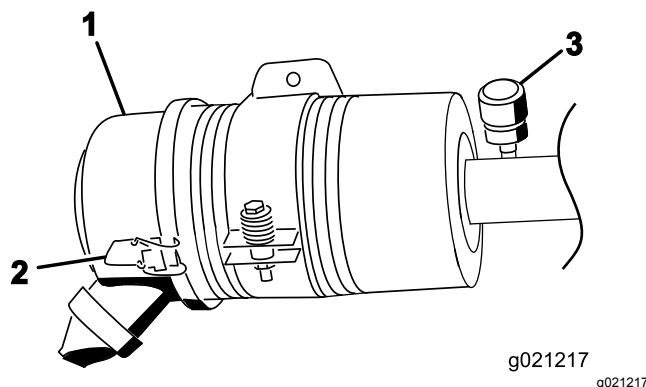

Figura 57
Faça a manutenção ao filtro de ar apenas quando o indicador de serviço (Figura 57) o exigir. Mudar o filtro de ar antes de ser necessário apenas aumenta a possibilidade de entrar sujidade no motor quando se retira o filtro.
1. Liberte os trincos que fixam a cobertura do filtro de ar ao respetivo corpo (Figura 57).